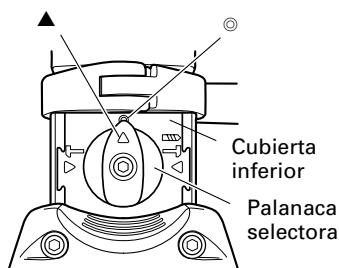

Fig. 8
- Tire de la palanca selector, desbloquéela, y gírela. Alinee  $\blacktriangle$  de la palanca selectora con  $\odot$  de la cubierta inferior, como se muestra en la Fig. 8.